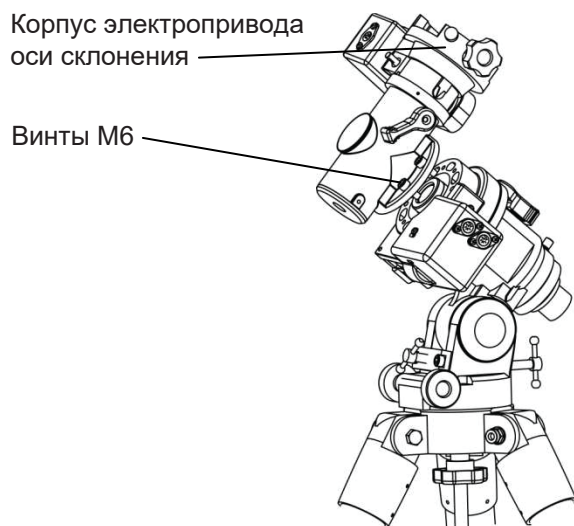

Рис. 9
3. Установка аксессуаров для модели EQM-35, чтобы превратить ее в переносную облегченную конструкцию для астрофотографии (рис. 9, 10, 11, 12)